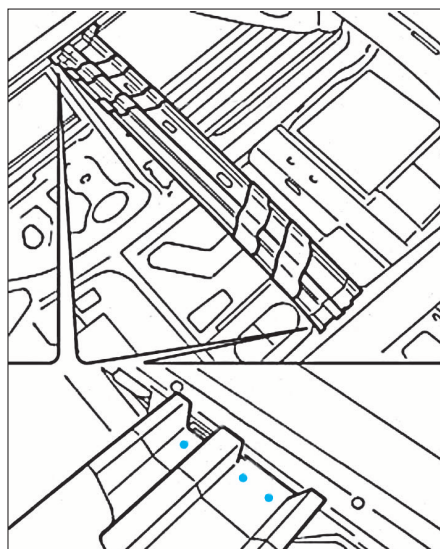

FIG. 46
• Ajuster la traverse centrale, puis souder comme illustré (Fig.46).